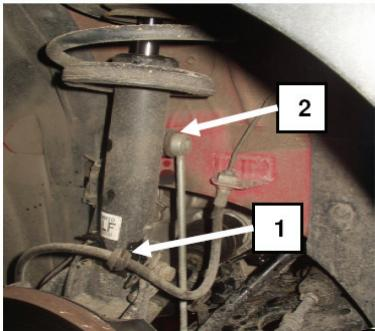
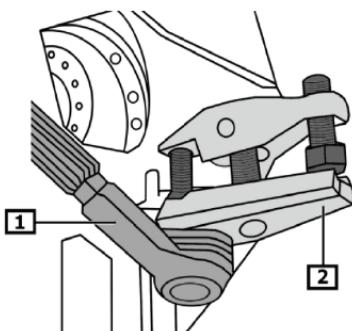

Fig. 1:
Fig. 3:
- Bremschlauch und Kabel (Fig. 1/1) am Federbein aushängen.
- Pendelstütze (Fig. 1/2) vom Federbein abbauen.
- Spurstangenkopf abdrücken. (Fig. 3).
- Remove brake hose and wire (Fig 1/1) from the suspension strut.
- Unscrew swing link support (Fig 1/2) from the suspension strut.
- Separate the track rod head from the stub axle. (Fig.3)
- Décrocher le flexible de frein et les câbles (Fig. 1/1) se trouvant à la jambe de force.
- Démonter la bielle d'appui (Fig. 1/2) de la jambe de force. Libérer la rotule de barre de direction (Fig. 3).
- Desenganchar el tubo del freno y el cable (Fig. 1/1) de la columna de suspensión.
- Desmontar el soporte pendular (Fig. 1/2) de la columna de suspensión. Empujar hacia atrás la cabeza de la barra de acoplamiento (Fig. 3).